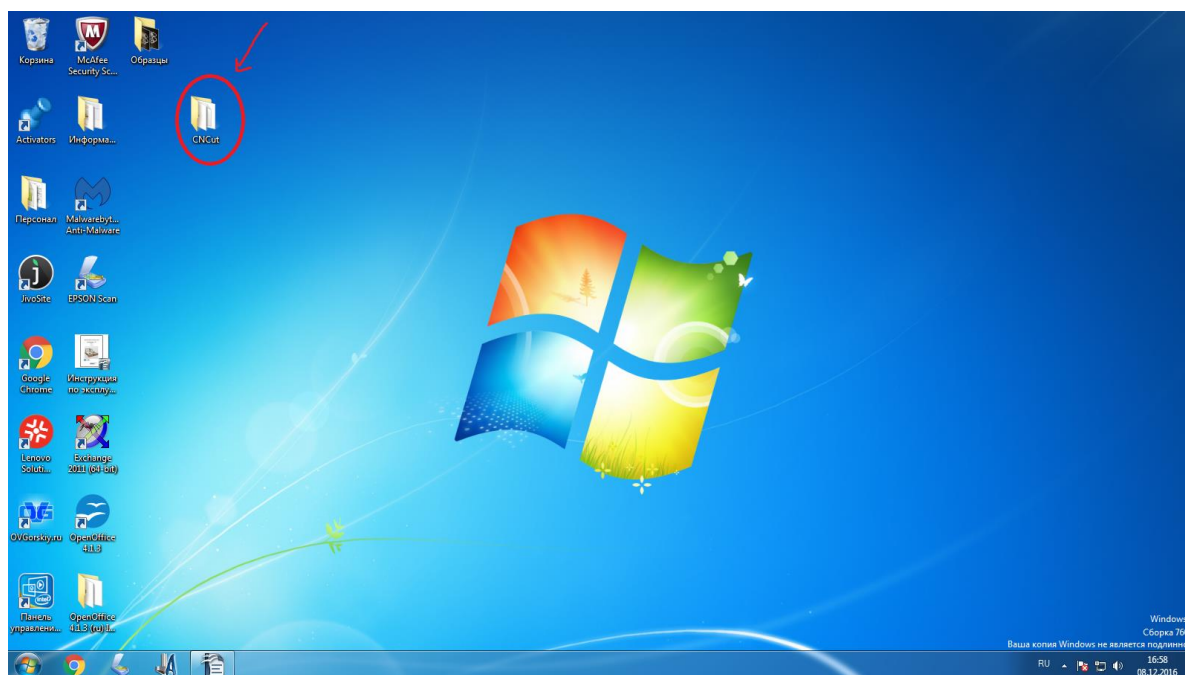

Рисунок 2. Отправка папки на рабочий стол.
- 2) Распакуйте скачанный архив в удобную для вас папку, рисунок 2